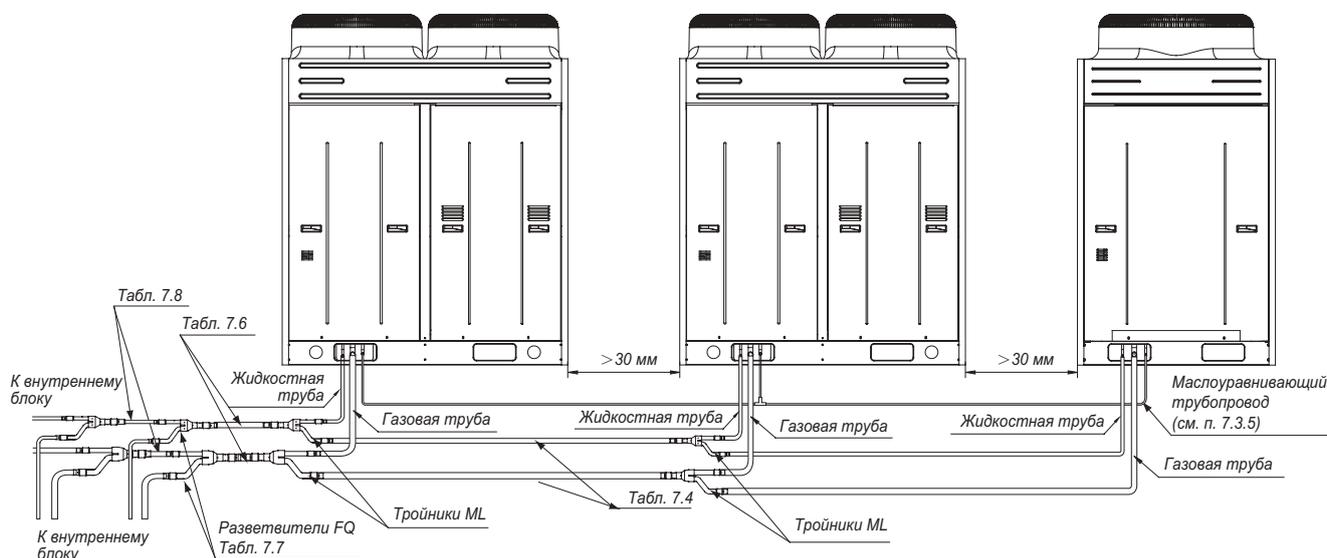

Рис. 7.2.
7.3.1. В системе Energolux SMZU_V2AI для соединения наружных блоков в один модуль применяются тройники типа ML, а для подключения внутренних блоков – разветвители (рефнеты) типа FQ (рис. 7.2.).